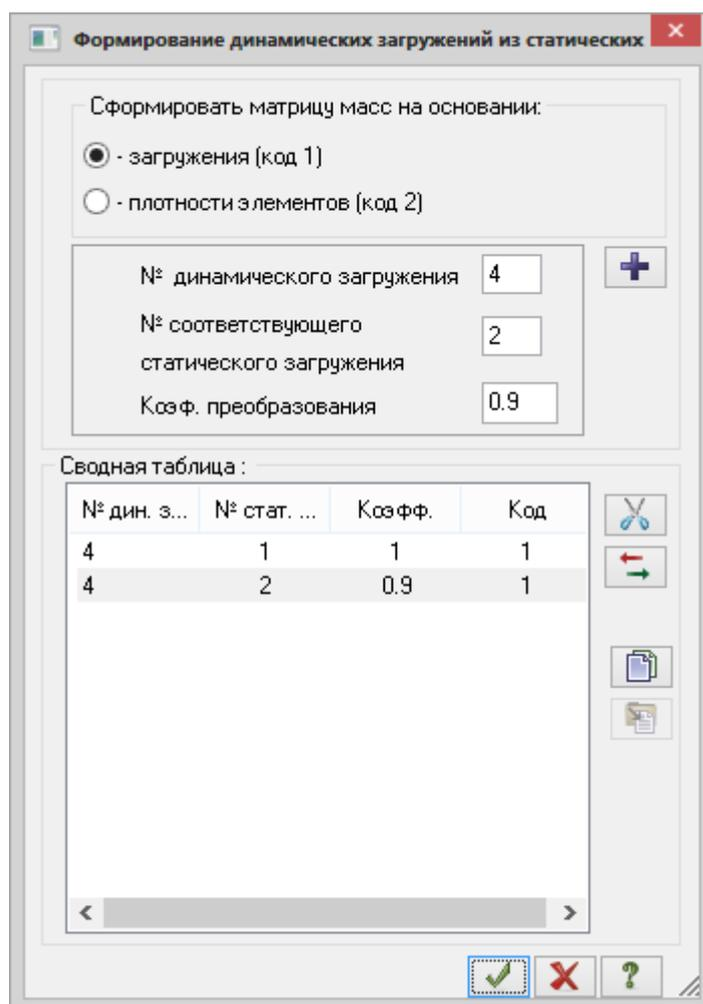

Рис.5.23. Диалоговое окно **Формирование динамических нагрузений из статических**
- Вызовите диалоговое окно **Формирование динамических нагрузений из статических** (рис.5.23) щелчком по кнопке  – **Учет статических нагрузений** (панель **Динамика** на вкладке **Расчет**).